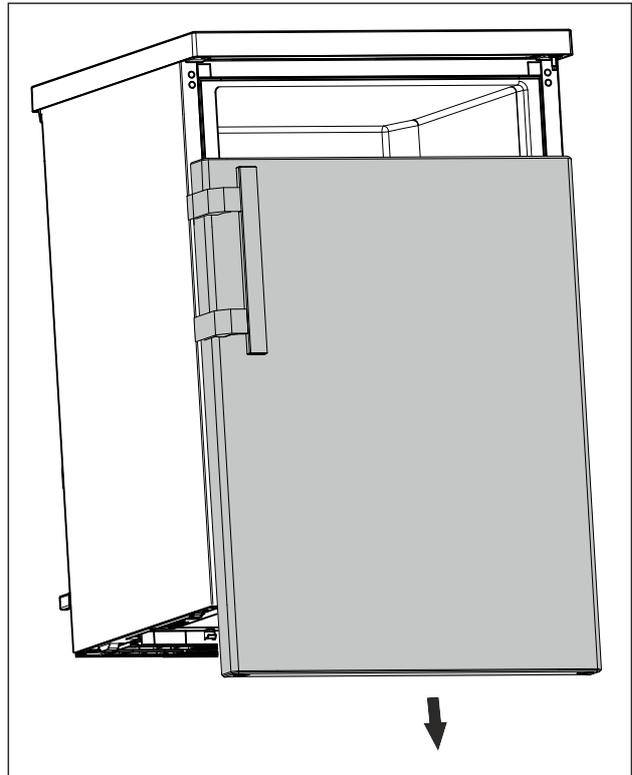

Fig. 17
- ▶ Skinite vrata prema dolje. (pogledajte Fig. 17)